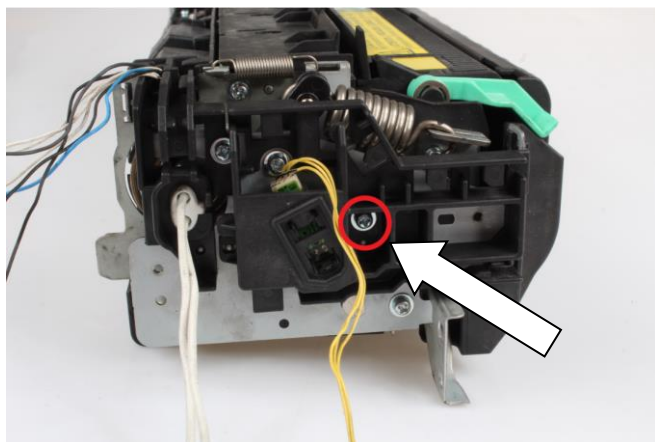

Rysunek 12 Zdejmujemy wsuwki z termostatu.
4. Odpinamy wsuwki znajdujące się na kablach od grzałki do termostatu. Rys.12,13